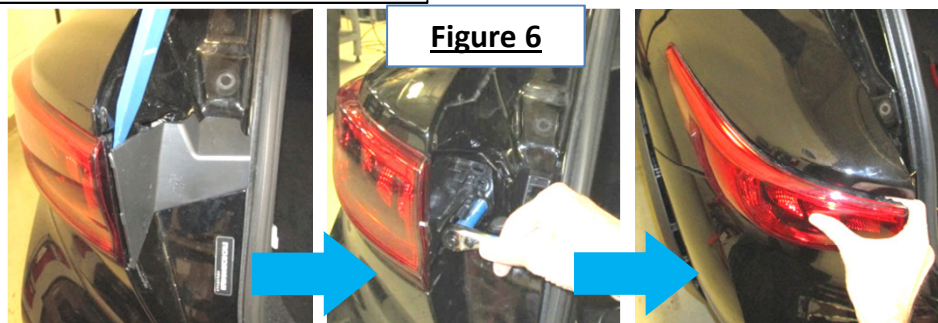

Figure 6
3. **Enlever l'écran thermique** – À l'aide d'une douille 8 mm, retirer six (6) écrous à embase de l'écran thermique. Enlever l'écran thermique et le mettre de côté.
4. **Enlever les feux arrière** – Ouvrir le coffre. Retirer les panneaux d'accès à l'intérieur du coffre et et débrancher le câblage des feux arrière. À l'aide d'un petit écarteur de panneau, retirer avec soin les capuchons en plastique près des feux arrière pour exposer les vis de montage. À l'aide d'une douille 10 mm, retirer les deux (2) vis qui fixent chaque feu arrière. À l'aide d'un écarteur de panneau en plastique, dégager avec soin le feu arrière à l'écart du véhicule. **Figure 6**